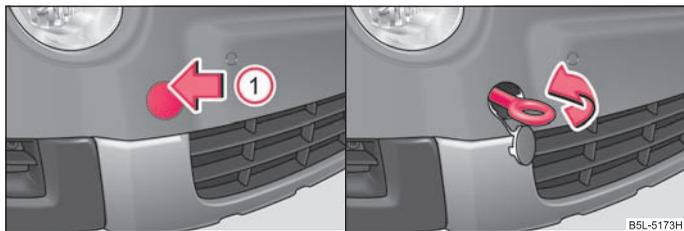

Fig. 187 Paraurti anteriore: Smontaggio della copertura / Montaggio dell'occhione di traino
- Premere la metà superiore della copertura nel senso della freccia ① ⇒ fig. 187.
- Avvitare l'occhione verso sinistra fino all'arresto ⇒ pag. 224, fig. 187 - lato destro e serrarlo il più possibile. Per il serraggio si consiglia di utilizzare ad es. la chiave, l'occhione di un altro veicolo oppure un oggetto simile da poter inserire nell'occhione.